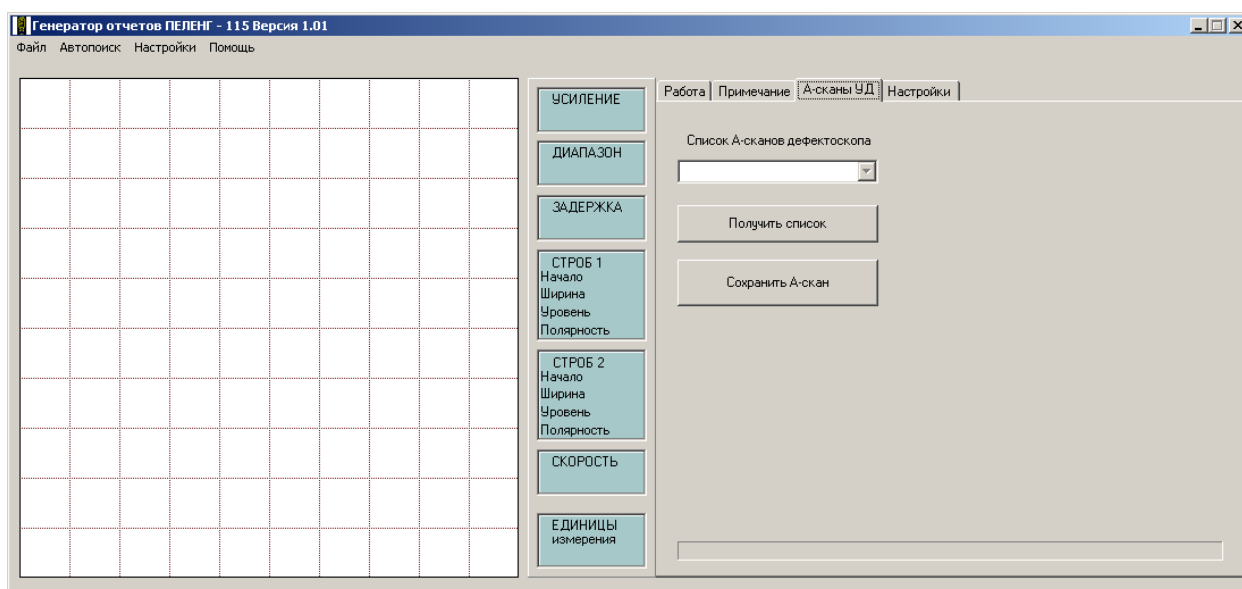

Рис.6.2.
6.8.3.1. Выбрать закладку «А-сканы УД» (рис.6.2).